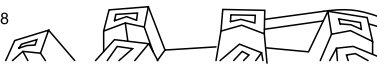

Figure 29
- Lorsque le levier de commande de déplacement est désengagé, vérifiez la goupille dans la fente allongée à gauche de la machine, au-dessus du pneu (Figure 29).
Remarque: L'avant de la fente et le bord avant de la goupille doivent être distants de 6 mm (1/4 po) (Figure 29).